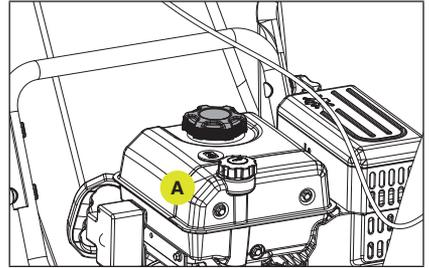

Figure 13
2. Retirez le bouchon d'huile/la jauge (A) et essuyez-le. (Fig. 13)